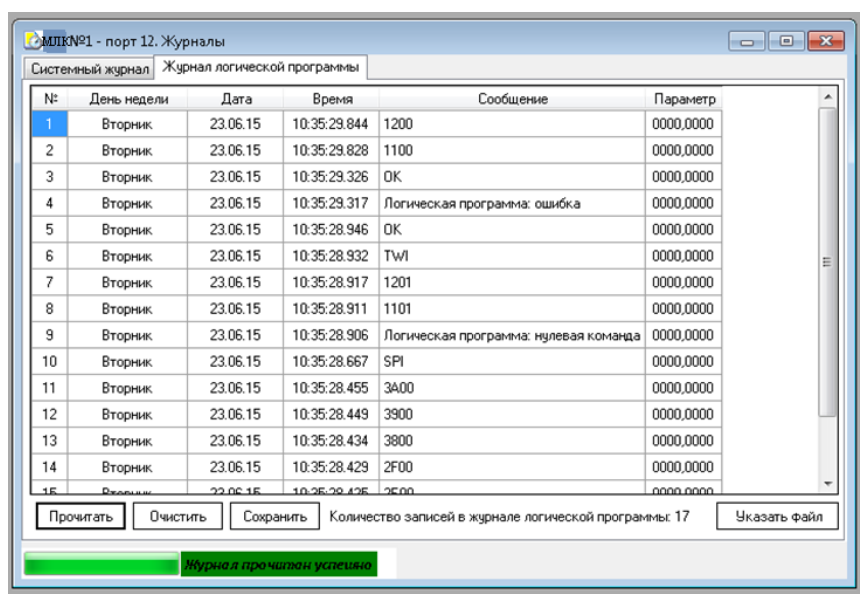

Рисунок 3.6 – Окно «Журналы», «Журнал логической программы» контроллера в «УниКоне»
**3.3.2 Журнал логической программы** (рисунок 3.6) позволяет сохранять события в ходе выполнения самой логической программы.